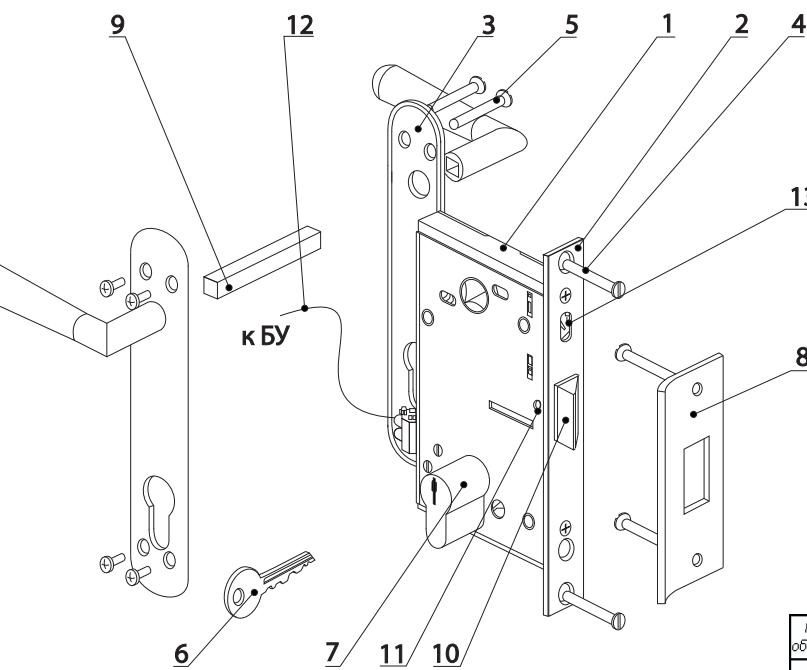

Рис.1 Состав и внешний вид замка.
Состав и внешний вид замка показаны на рис.1.
- вывинтите полностью установочный винт 11 ключом шестигранником S2,5 (рис.1);